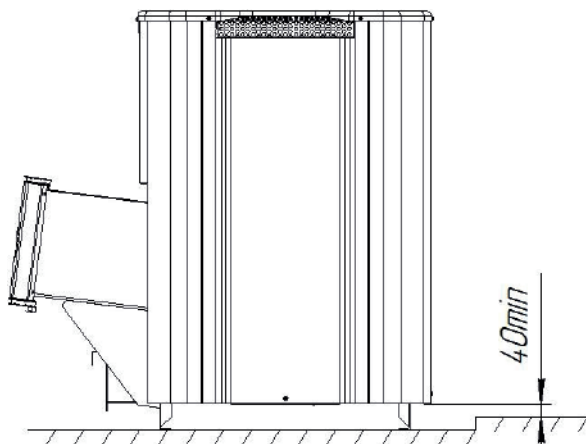

Рисунок 5 - Установка печи ниже уровня чистового пола
Указанные расстояния безопасности можно уменьшить в четыре раза, используя кирпичную кладку шириной  $\frac{1}{2}$  кирпича и воздушный зазор 30 мм до используемой сгораемой поверхности. Кладка должна быть выше, чем верхняя поверхность печи на 500 мм (рисунок 5а).
**ВНИМАНИЕ!** Запрещается устанавливать печь ниже уровня чистового пола при отсутствии притока воздуха к нижним конвекционным отверстиям (рисунок 5).
Расположение дымохода, приближенное к передней поверхности печи, в некоторых случаях может вызвать затруднения при монтаже бака и дымохода. В этом случае рекомендуется монтировать на выходной патрубок печи два колена 45° (рисунок 5в). Такая схема позволит обеспечить пожаробезопасные расстояния до поверхностей печи и дымохода.